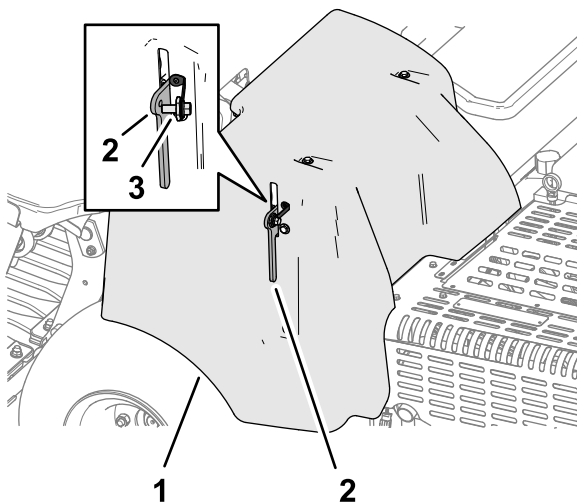

**Bild 146**
3. Senken Sie den Verriegelungsgriff vollständig ab, um die Abdeckung zu sichern (Bild 146).